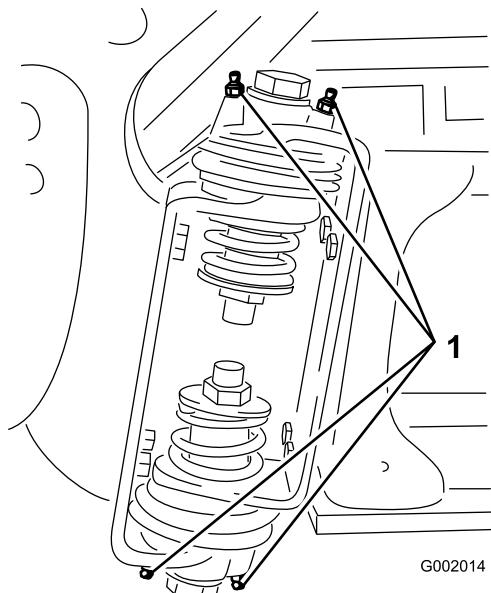

Figura 42
2. Bombee grasa en el cojinete o casquillo de cada punto de engrase Figura 42.